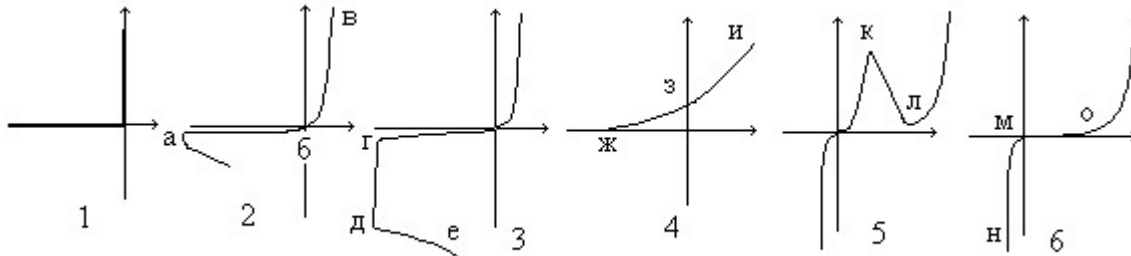

Рис.3.2.
1.1.30. Показать рабочий участок ВАХ туннельного диода (рис.3.2):